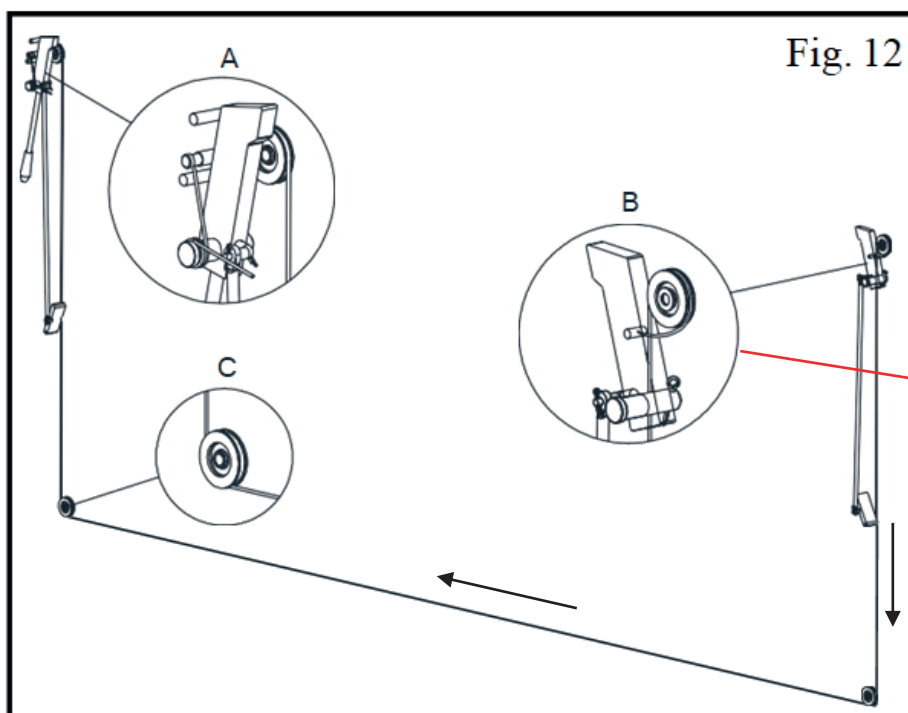

Fig. 12
- Continue encaminhando o cabo para a coluna principal referente ao diagrama (fig. 12). Certifique-se de que os cabos foram roteados nas guias das polias.